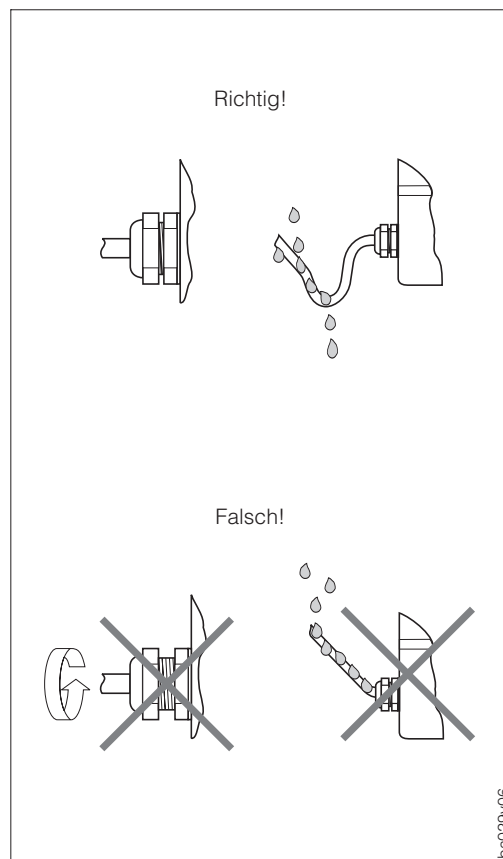

Abb. 20
- Kabeleinführung fest anziehen (s. Abb. 20).
- Kabel vor der Kabeleinführung in einer Schlaufe verlegen. Auftretende Feuchtigkeit kann so nicht zur Einführung gelangen (s. Abb. 20). Bauen Sie das Messgerät zudem immer so ein, dass die Kabeleinführungen nach unten orientiert sind und nicht nach oben.